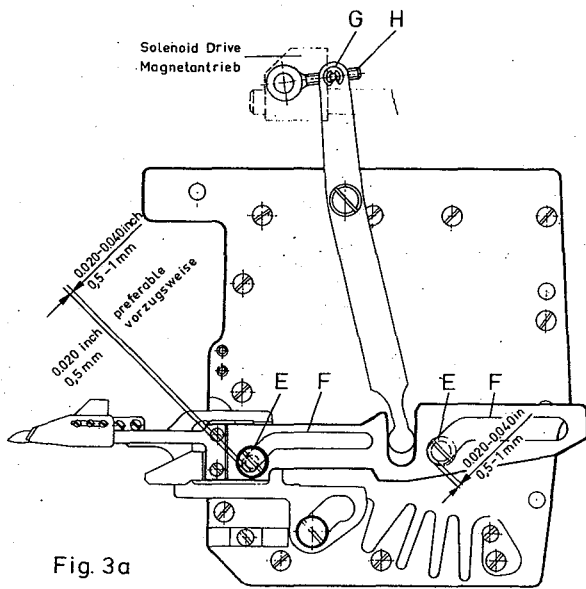

Fig. 3a
3. When the solenoid drive is in its rest position there should be a distance between shoulder screw (E, Fig. 3a) and end of slot (F, Fig. 3a) of approximately 0,5 - 1 mm (0.020 - 0.040 inch).
3. In Ruhestellung des Magnetantriebs soll der Abstand zwischen Bundschraube (E, Fig. 3a) und dem Schlitzende (F, Fig. 3a) ca. 0,5 - 1 mm betragen.
For adjusting loosen retaining ring (G, Fig. 3a) and set connecting rod (H, Fig. 3a) as required.
Zur Einstellung lösen Sie den Sicherungsring (G, Fig. 3a) und verstellen die Zugstange (H, Fig. 3a) entsprechend.